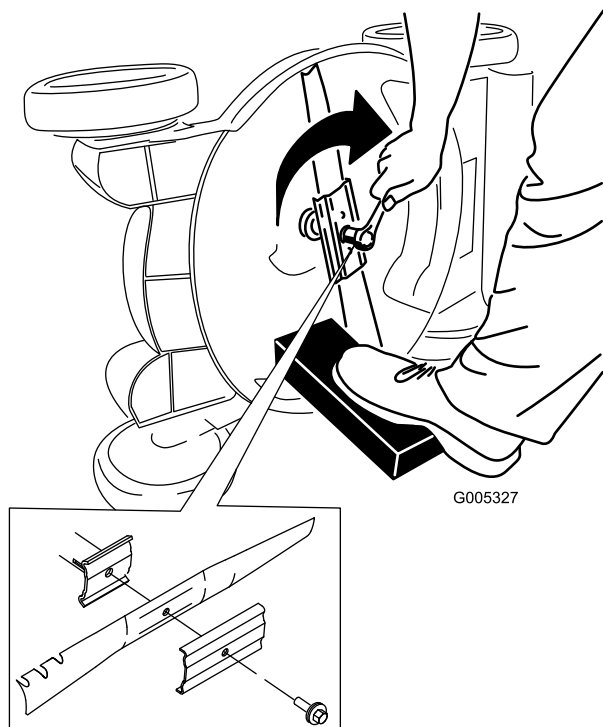

Figure 49
5. Montez la nouvelle lame et toutes les fixations (Figure 49).